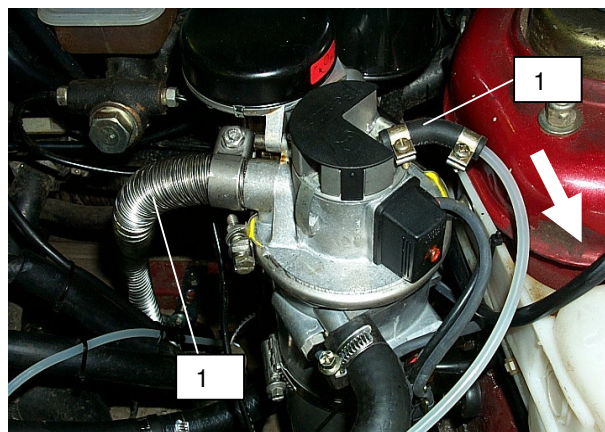

Рис.5
- проложить выпускной трубопровод (1/5, 1/6) от отопителя к днищу как показано на рис. 5,6
- Подключение к подогревателю см. **рис.5**